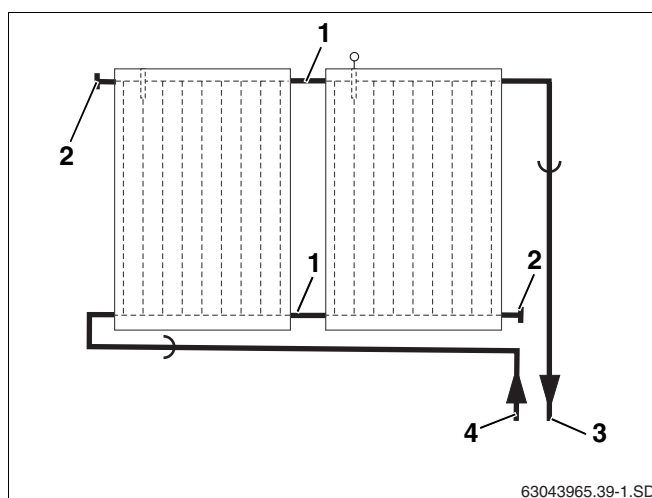
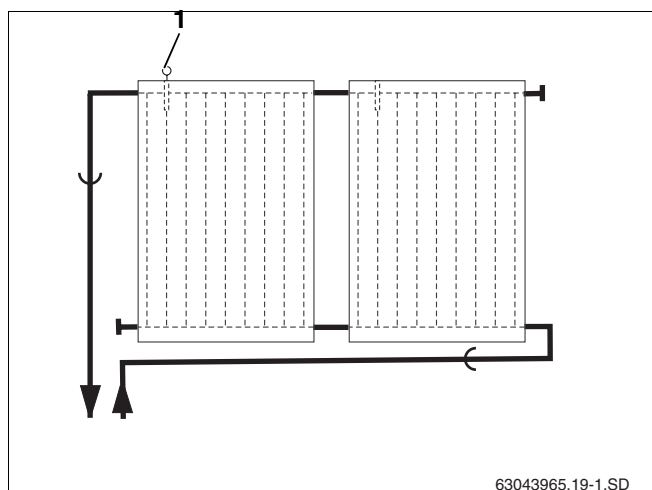

Fig. 18 Conexión hidráulica – tubería de impulsión a la derecha
Fig. 19 Conexión hidráulica – tubería de impulsión a la izquierda
La conducción de tubos del campo de colectores debe realizarse según el principio de Tichelmann. De esta forma se garantiza que cada uno de los colectores reciba el mismo caudal (fig. 18).
La tubería de impulsión puede montarse a la derecha (fig. 18) o a la izquierda (fig. 19). En estas instrucciones se ha representado la tubería de impulsión en el lado derecho.
Los colectores deben montarse de tal forma que los pasos para el soporte de la sonda del colector (fig. 19, **pos. 1**) se encuentren arriba.